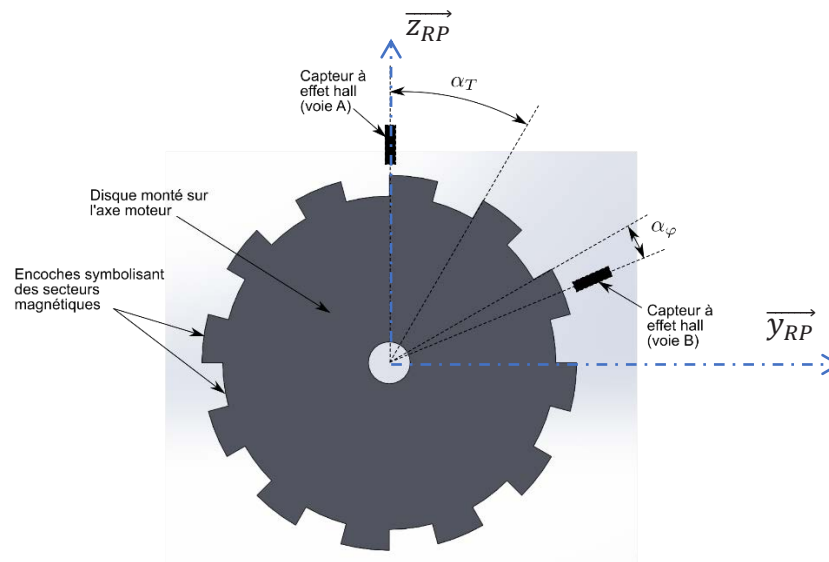

Figure E1. Géométrie d'un codeur du motoréducteur Pololu 4845
La figure E1 montre la géométrie du codeur d'un motoréducteur Pololu 4845. Un disque comportant 12 secteurs magnétiques (symbolisés par des encoches régulièrement réparties sur la figure E1) est monté sur l'axe moteur. Deux capteurs à effets Hall sont montés sur le stator du moteur. Ils renvoient des signaux sur les voies A et B de l'encodeur.
**Question E1 :** En utilisant le document DT3 et la figure E1, **déterminer** les valeurs numériques en degrés des angles  $\alpha_T$  et  $\alpha_\varphi$ .
**Question E2 :** Dans le cas du relevé d'oscilloscope du document DT3, **déterminer** le sens de rotation (le sens positif est celui du sens trigonométrique sur la figure E1).